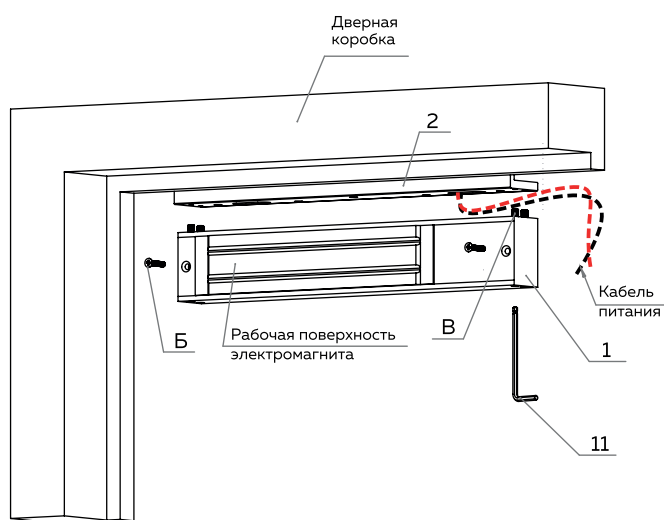

Рисунок 5
- 2 Через овальный паз пропустить кабель питания для замка и соединить согласно схеме подключения. Для фиксации электромагнита 1 на монтажном уголке 2 необходимо выкрутить винты Б и затем при помощи ключа 11 затянуть винты Б (см. рис. 5). После установки закрутить винты Б обратно.